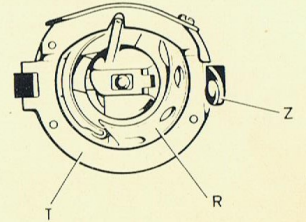

Abb. 30
- Feder « Z » wird nach aussen gedrückt (Abb. 30).